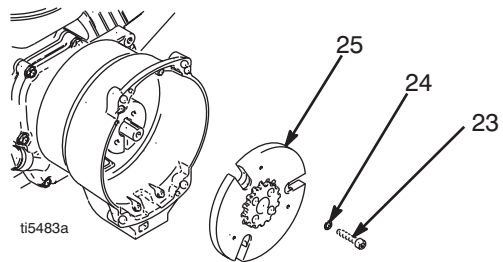

ABB. 7
8. ABB. 7. Einen Schlagschrauber oder Keil zwischen die Kupplungsscheibe (25) und das Kupplungsgehäuse (19) einführen, um die Motorwelle während des Ausbaus zu halten.
9. Die vier Schrauben (23) und Federringe (24) entfernen.